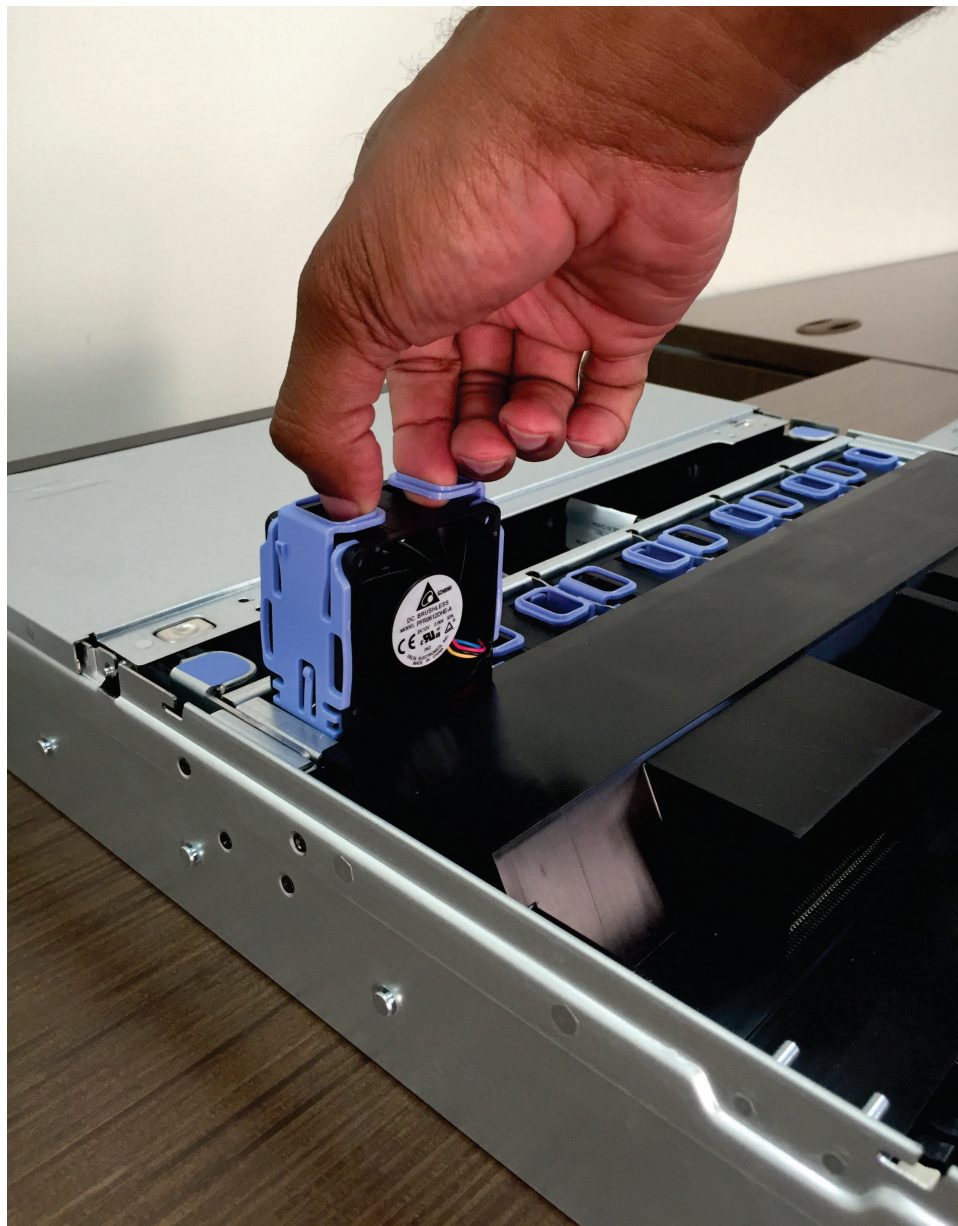

図 278. 2145-SV1 ファンの交換
4. 368 ページの図 278 に示すように、ファンをファン・アセンブリー・ブラケット内のファン・スロットに挿入し、固定されるまで押し下げます。